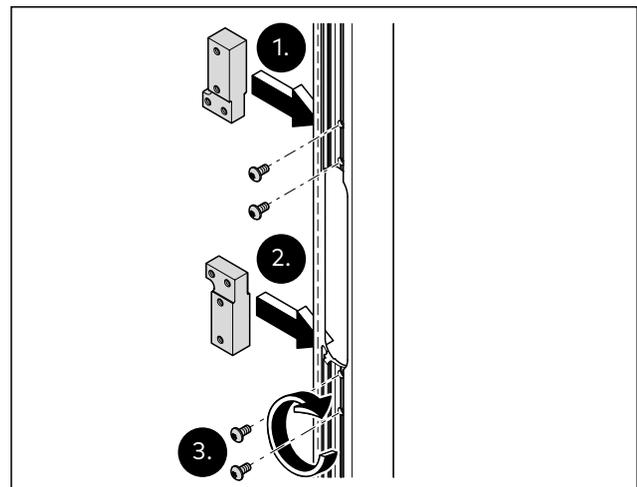

Abb. 42 Die Halterung für das TECTUS-Band auf der Bandseite in der Ausfräsung anbringen.
1. Die Halterungen für die TECTUS-Bänder an die vorgesehene Position im senkrechten Deckprofil für die Zarge auf der Bandseite positionieren (Abb. 42).